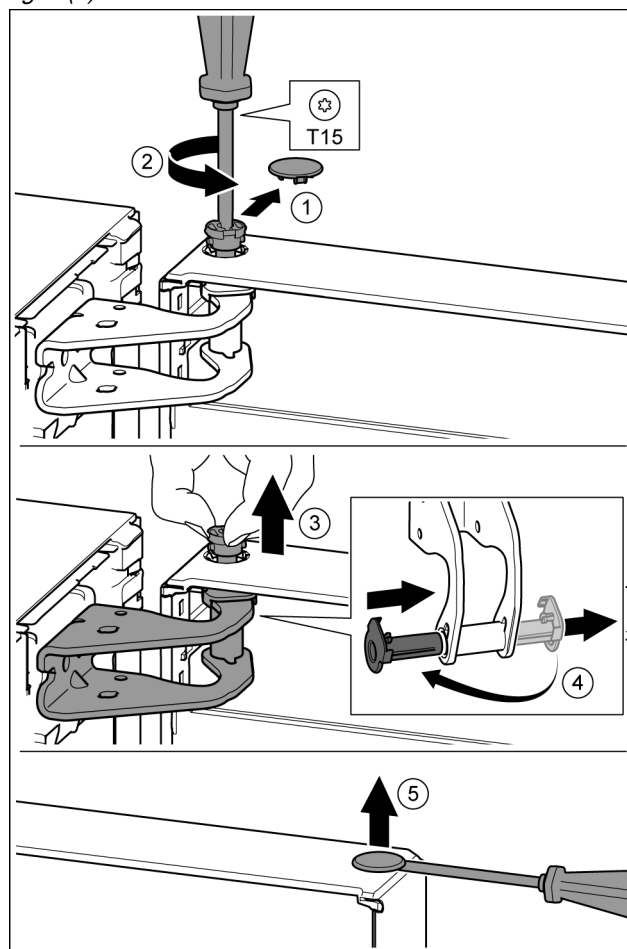

Fig. 10
- ▶ Bezpečnostní kryt opatrně stáhněte. *Fig. 10 (1)*
- ▶ Šroubovákem T15 o kousek vyšroubujte čep. *Fig. 10 (2)*
- ▶ Dveře držte a čep vytáhněte prsty. *Fig. 10 (3)*
- ▶ Vytáhněte ložiskové pouzdro z vedení. Vložte z druhé strany a zaklapněte. *Fig. 10 (4)*
- ▶ Plochým šroubovákem opatrně nadzvedněte zátku z ložiskového pouzdra dveří a vytáhněte ji. *Fig. 10 (5)*